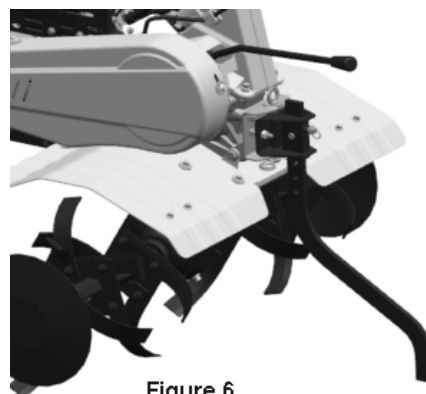

Figure 6
- Отрегулируйте высоту сошника для ограничения глубины обработки почвы. Для увеличения глубины обработки опустите сошник ниже; а для уменьшения – установите сошник выше (см. Рис. 6).